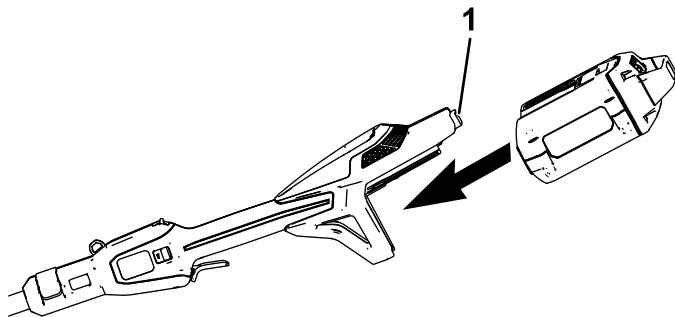

Figura 8
2. Alinee el hueco de la batería con la lengüeta del alojamiento de la unidad de potencia (Figura 8).
3. Introduzca la batería en la unidad de potencia hasta la batería encaje en el pestillo (Figura 8).